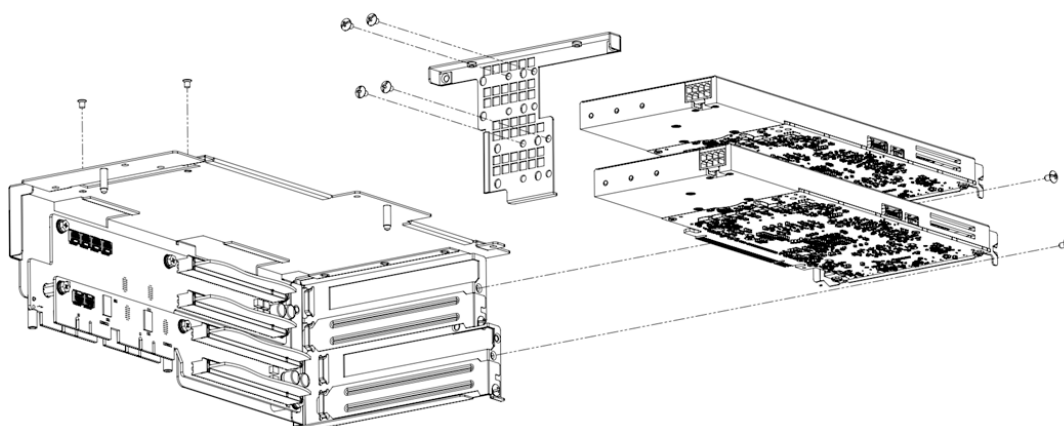

Figure 2.17 Assembly of FH/FL Expansion Cards (GPU Cards)/ 安装全高全长扩充卡 (GPU 卡) / 安裝全高全長擴充卡 (GPU 卡)
5. When inserting the GPU card, please fix the GPU bracket with 4 screws to make it more stable (See Figure 2.17)
5. 当使用 GPU 卡片时,可使用配件盒中的 GPU 文件片加强 GPU 卡片的固定 (如图 2.17 所示)